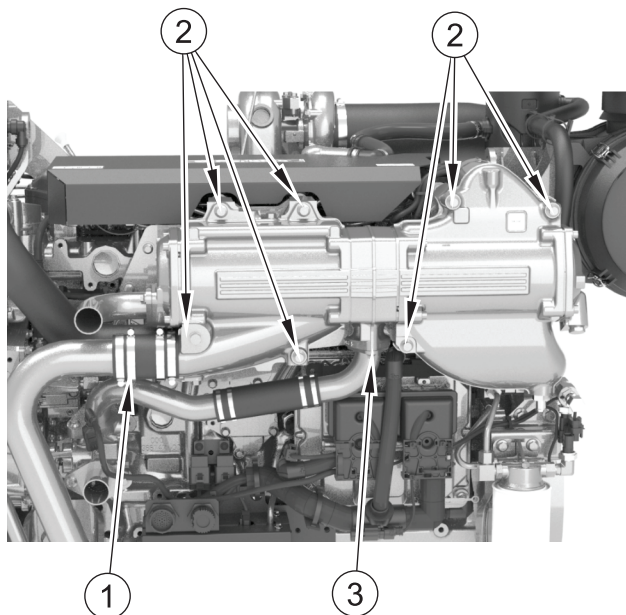

Figura 16
2. Afloje los clips de la manguera (figura 16, elemento 1).